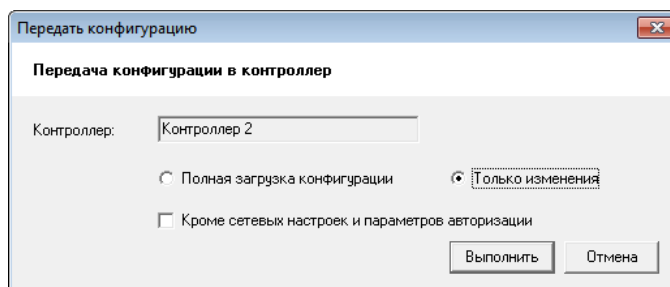

Рисунок 436 – Диалог "Передать конфигурацию"
- 13) В окне "Передать конфигурацию" выберите "Только изменения", убедитесь, что НЕ отмечена кнопка "Кроме сетевых настроек и параметров авторизации" (см. Рисунок 436) и нажмите кнопку "Выполнить".